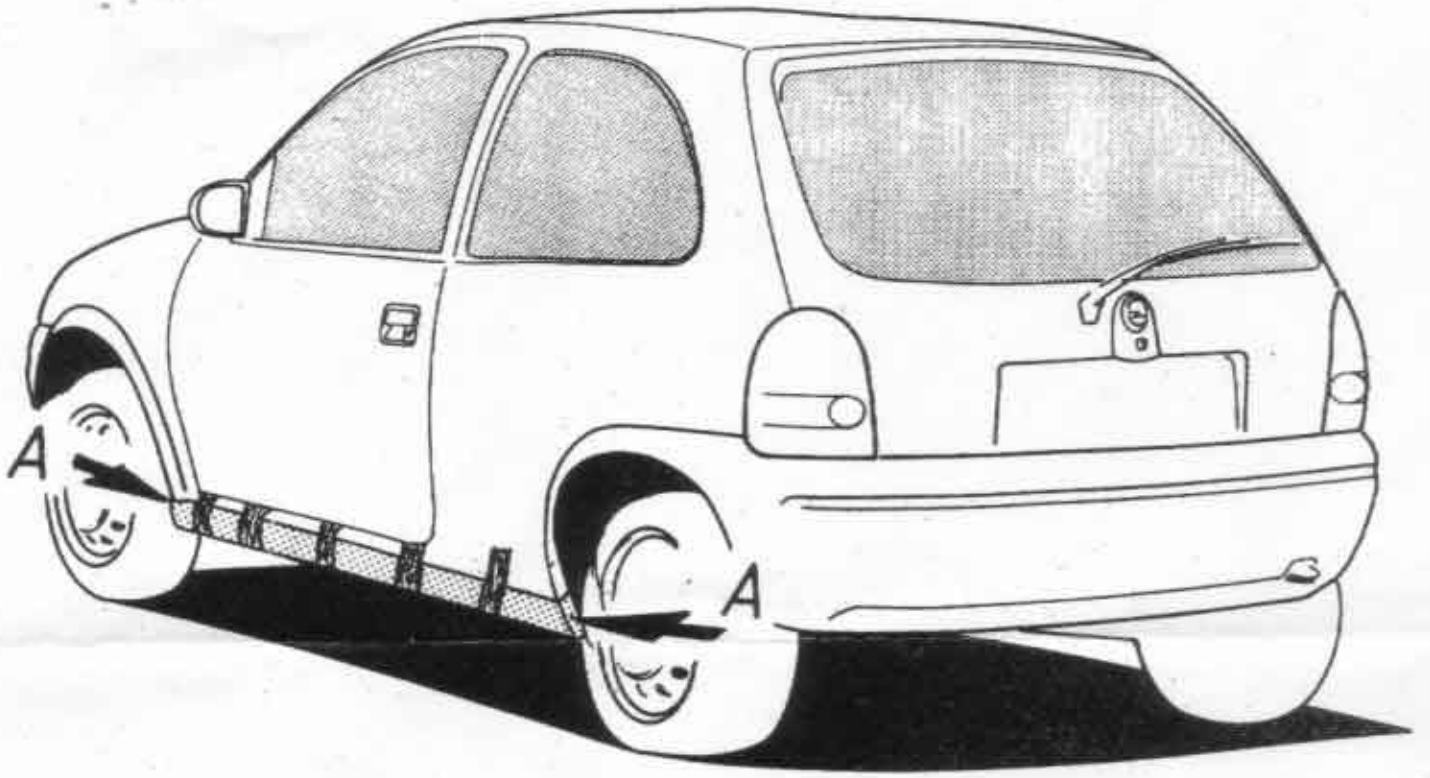

Fig.1
1. In den Radläufen durch die Bohrpunkte A (Fig. 1) mit einem Bohrer von 4 mm ϕ bohren. Bohrpunkte A werden bei der Probemontage festgelegt.
5. Die Seitenleisten in den Radläufen ausrichten und durch die Bohrungen A (Fig. 1) mit einem Bohrer von ϕ 2,5 mm bohren.